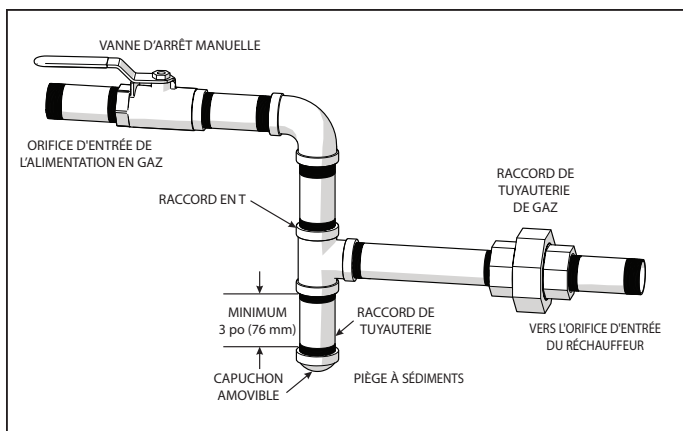

Figure 11. Vanne d'arrêt manuelle et piège à sédiments
4. Installez un piège à sédiments devant les commandes de gaz et à l'extérieur des panneaux du réchauffeur, comme illustré dans la figure 11. N'utilisez pas de robinet de gaz restrictif. **N'UTILISEZ PAS DE CONDUITES DE GAZ FLEXIBLES**, car elles limiteront le débit de gaz vers le réchauffeur.